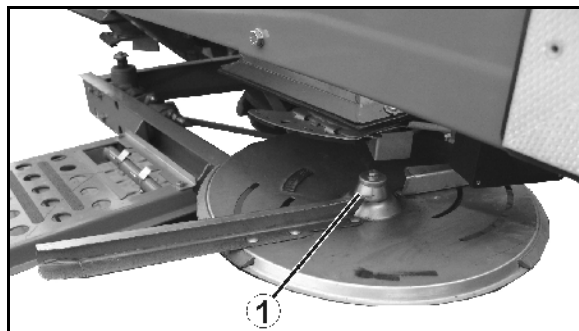

Fig. 59
1. Ta ut vingskruen (Fig. 59/1).